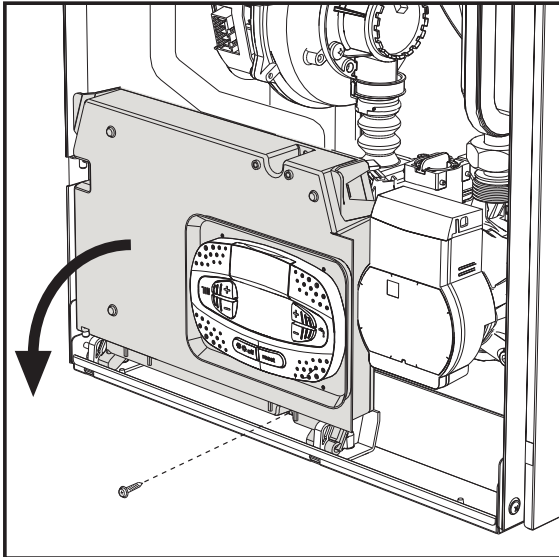
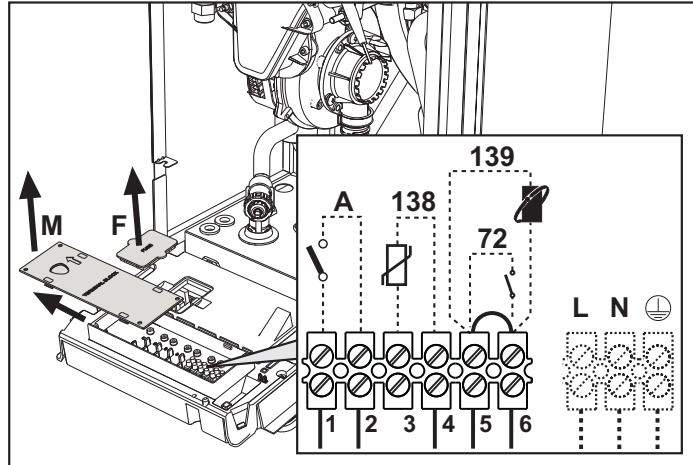

fig. 19
fig. 20
Dopo aver tolto il pannello frontale (sez. "Apertura del pannello frontale" a pag. 33) è possibile accedere alla morsettiera (M) e al fusibile (F) seguendo le indicazioni descritte di seguito (fig. 19 e fig. 20). **I morsetti indicati nella fig. 20 devono essere a contatti puliti (non 230V).** La disposizione dei morsetti per i diversi allacciamenti è riportata anche nello schema elettrico alla fig. 61.
Configurazione Interruttore ON/OFF (A fig. 20)